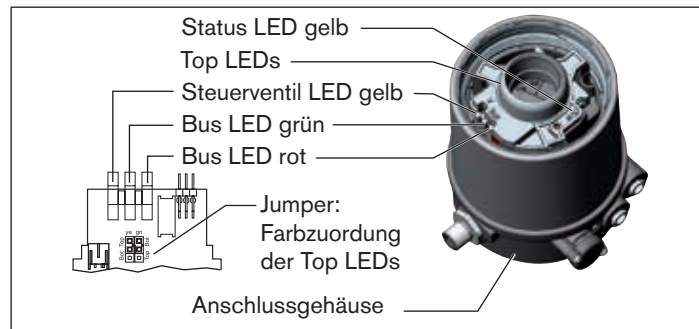

Bild 20: Anzeigeelemente AS-Interface
5) Farbeinstellung ab Werk. Kann über Jumper eingestellt werden („Bild 20“).